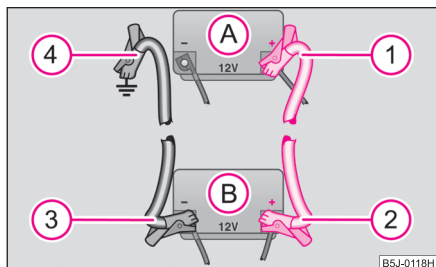

Abb. 165 Starthilfe mit der Batterie eines anderen Fahrzeugs: A - entladene Fahrzeugbatterie, B - stromgebende Batterie
- Befestigen Sie ein Ende (1) am Pluspol ⇒ Abb. 165 der entladene Batterie (A).
- Befestigen Sie das andere Ende (2) am Pluspol der stromgebenden Batterie (B).